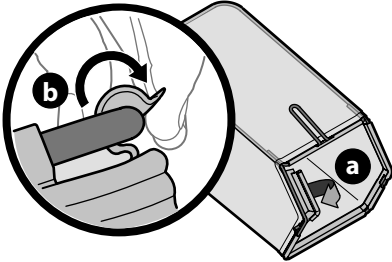

Figure 12
1. Procédez comme suit pour assembler le sac à herbe. Voir Figure 12.